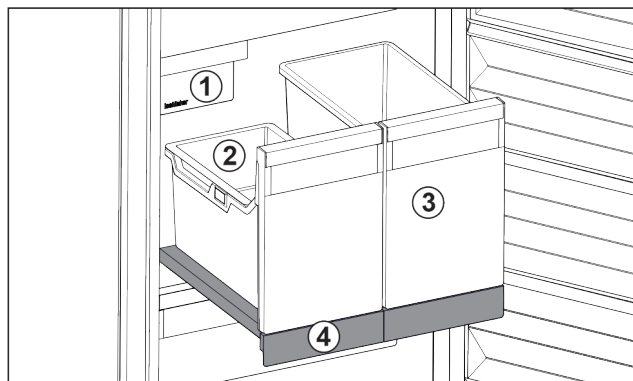

Fig. 117 Выдвижная панель с IceTower
- (1) IceMaker
- (2) Подвесной лоток для кубиков льда
- (3) Контейнеры для пиццы, алкогольных напитков
- (4) Выдвижная панель
На выдвижной панели находятся два высоких контейнера (IceTower). В контейнере *Fig. 117 (2)* собираются и хранятся кубики льда из IceMaker. Контейнер *Fig. 117 (3)* подходит для хранения высоких продуктов, таких, как пицца или алкогольные напитки.